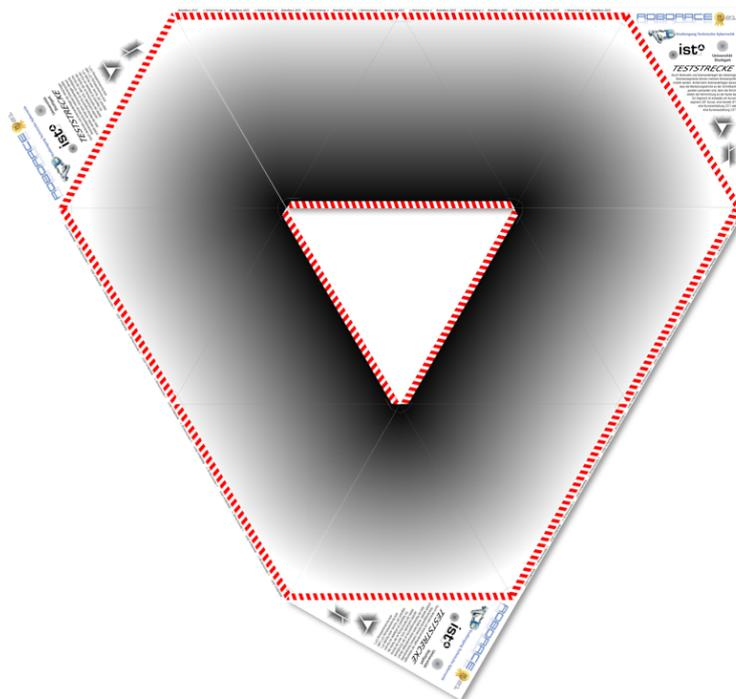

Abbildung 2:
Bei der Strecke handelt es sich um einen Rundkurs. Der Start bzw. das Ziel entspricht einer Lichtschranke auf einer Höhe von etwa 5cm. Zu jeder Zeit ist die Strecke 38cm breit und eben. Der Untergrund besteht aus einem Grauverlauf von weiß zu schwarz. An der linken Streckenbegrenzung ist der Boden weiß, an der rechten schwarz. Der Übergang von weiß zu schwarz ist linear. Somit liegt der Wert der Graustufe in der Mitte der Fahrbahn etwa bei 50%. Wie in Abbildung 2 zu sehen ist, wird die Strecke aus dreieckförmigen Streckensegmenten zusammengesetzt, wobei Links- und Rechtskurven vorkommen können.
**Qualifikation:** Für die Qualifikation muss das Team nachweisen, dass der Roboter selbstständig eine ganze Runde auf der Rundstrecke (Abbildung 2) absolvieren kann. Dazu hat jedes Team zwei Versuche. Hierbei muss der Roboter dem Grauverlauf folgen und darf nicht eine vorprogrammierte Route abfahren oder die Strecke verlassen. Die Qualifikation findet am 12.11. an der Universität statt.